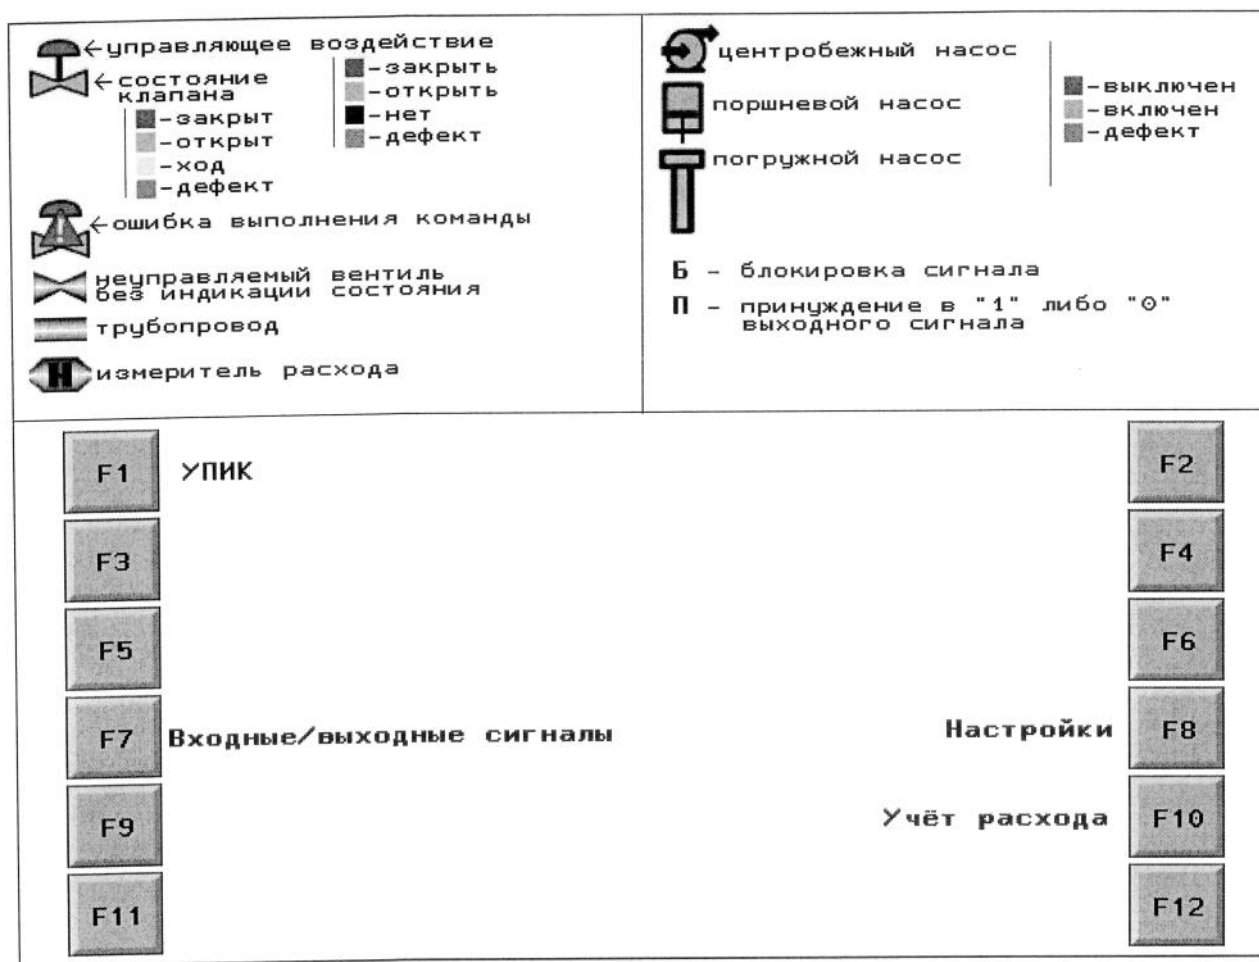

Рис. 3
- 1 – вызов справочной страницы (Рис. 3)
Для контроля за расходом дизельного топлива, ингибитора коррозии и РИК служит страница **Учёт расхода** (Рис. 5). Переход на неё осуществляется нажатием статической кнопки **F10 (Учёт расхода)** (Рис. 3). На этой странице отображаются:
При нажатии клавиши F7 (Рис. 3) можно перейти в режим просмотра ВХОДНЫХ И ВЫХОДНЫХ СИГНАЛОВ.